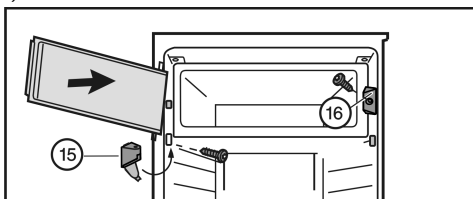

Fig. 7
- ▶ Sluitstuk Fig. 7 (16) monteren.
- ▶ Lagerbus Fig. 7 (15) monteren en afdekking dichtklappen.